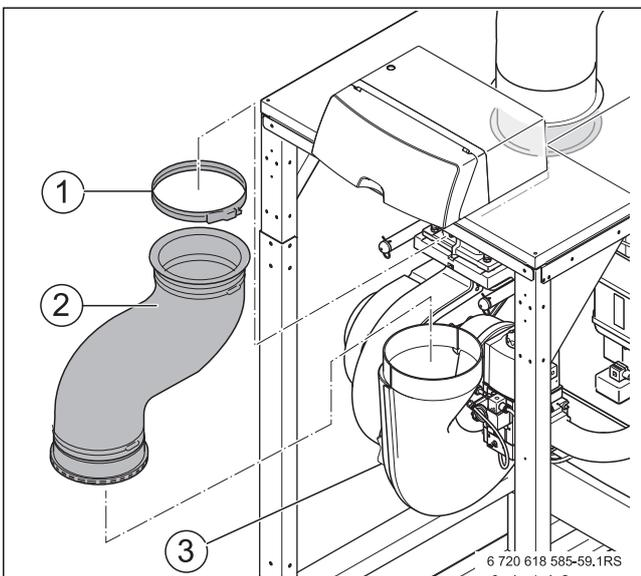

Fig. 44 Détacher le tuyau d'arrivée d'air
- ▶ Détacher le tuyau d'arrivée d'air entre le collecteur et l'adaptateur sur le collier du tuyau (→ fig. 44, page 39).
- ▶ Retirer le tuyau d'arrivée d'air du collecteur avec la buse (→ fig. 44, page 39).